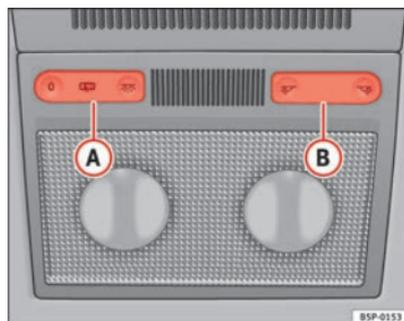
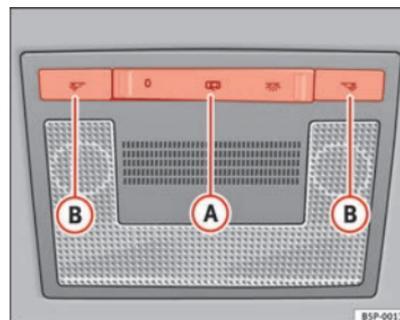

Fig. 78 Revestimento interior do tejadilho: luzes dianteiras de leitura tipo 1
Fig. 79 Revestimento interior do tejadilho: luzes dianteiras de leitura tipo 2
Pressione o respectivo botão ⇒ Fig. 78 (B) e ⇒ Fig. 79 (B), para acender a luz de leitura.